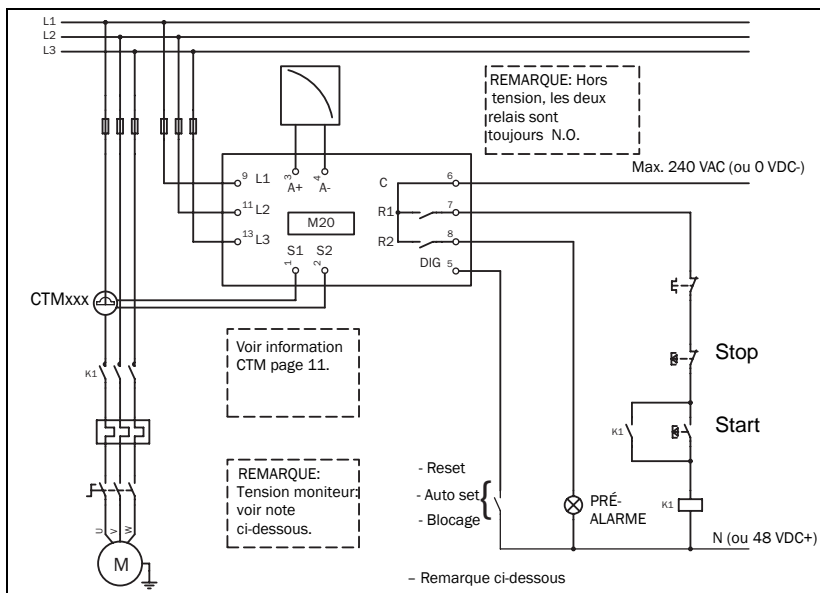
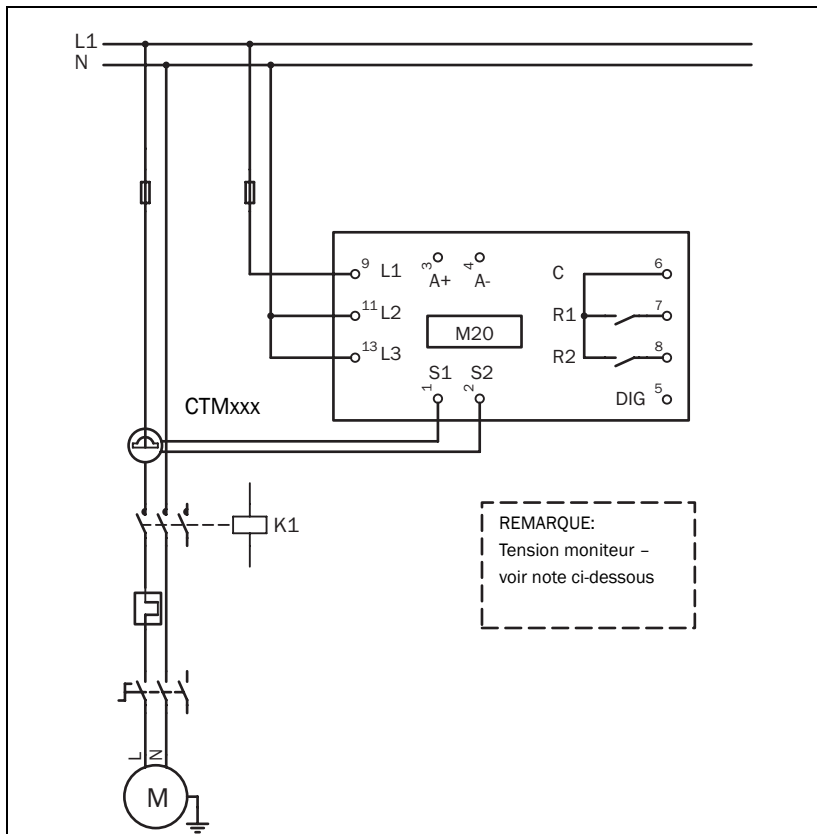

Fig. 1 Exemple de connexion
Fig. 2 Exemple de connexion monophasée.
1. Brancher l'Emotron M20 comme indiqué au chapitre 5 et à la Fig. 1.
Cet exemple de câblage montre comment le M20 peut être utilisé pour contrôler le circuit de démarrage et d'arrêt d'un moteur triphasé (Fig. 1). Pour un branchement monophasé et le paramétrage nécessaire, voir Fig. 2. Par défaut, le M20 est paramétré pour un branchement sur moteur triphasé.
1. Le transformateur CTMxxx doit être placé sur la même phase que celle connectée à la borne 9, phase L1 (voir Fig. 1), sans quoi le moniteur ne fonctionne pas.
2. Branchement monophasé: voir figure 2.
REMARQUE: Le transformateur (CTMxxx) doit être placé sur la même phase que celle connectée à la borne 9, phase L1 (voir Fig. 1),
REMARQUE: Si le MARCHÉ - ARRÊT est connecté suivant Fig. 1, il est recommandé de ponter les bornes 6 et 7 lors du paramétrage. Enlever le pont une fois le paramétrage terminé. Fig. 1: s'assurer que la plage de tensions du moniteur (par exemple 3 x 380 - 500 VAC) correspond à la tension du moteur ou de la ligne (par exemple 3 x 400 V).
Cet exemple indique les branchements nécessaires en mode monophasé. Voir Fig. 1 pour le reste du câblage.
REMARQUE: Fig. 2: s'assurer que la plage de tensions du moniteur (par exemple 1 x 100 - 240 VAC) correspond à la tension du moteur ou de la ligne/neutre (par exemple 1 x 230 V).
L'entrée numérique utilise les bornes 5 (DIG) et 6 (C - référence). Elle peut recevoir des signaux VAC et VDC. Pour un signal VDC: raccorder le + à la borne 5 (DIG) et le - à la borne 6. Noter la polarité de la tension DC. Voir également fig. 1 et borne 6: maximum 240 VAC (ou 0 VDC-) et borne 5: N (ou 48 VDC+). Voir aussi chapitre 9 (Caractéristiques avancées).